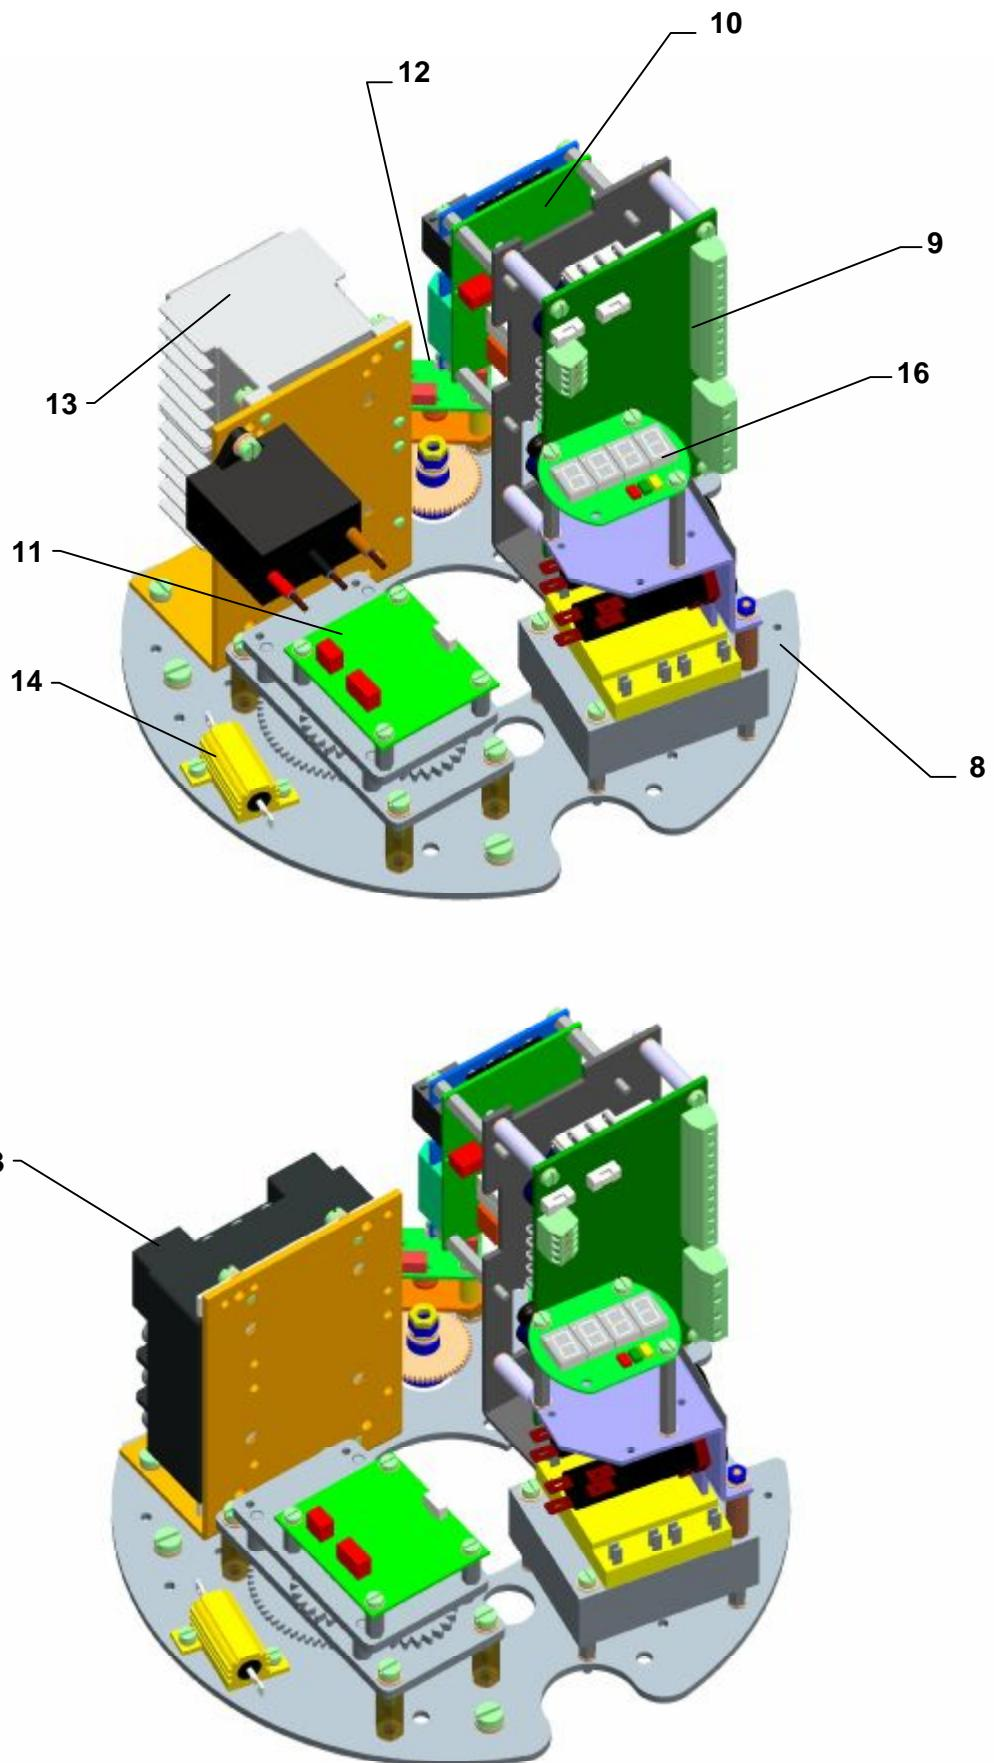

Рис.3 – MOR 3.XPA-Ex – трехфазная версия
Нижняя часть шкафа управления заключает шкаф силовой передачи и создает несущую часть передачи управляющей платы (Рис.3 и Рис.3а).
Рис.3а - MOR 5PA-Ex
Приводная часть ЭП – **электродвигатель (М1) (Рис.1)**, питаемый из **доски источника** (9)(рис.3,3а) и управляемый из **блока управления** (10)(рис.3,3а) электроники DMS3.
На доске управления (8) (рис.3,3а) установлено отопительный элемент (14) (рис.3,3а).
**Блок управления** (10) рис.3,3а) – главная часть системы DMS3 – содержит микропроцессор, 6 сигнальных LED ламп и 4 кнопки для простой настройки и контроля ЭП, коннекторы для подключения датчика и доски источника и коммуникационный коннектор (подключение PC компьютера для настройки и диагностики), 2 свободно программируемые реле R1 и R2, 1 реле READY и клеммы для электрического питания.
**Доска источника для трехфазной версии** (9) (рис 3,3а) – обеспечивает питание электроники и оказывает потребителю выходное напряжение 24В DC, макс. 100mA. Составной частью ресурсной доски являются пользовательское реле READY, от RE1 по RE5. Ресурсная доска обеспечивает выход на отопительное сопротивление, также и на катушку управления реверсивных контакторов, или бесконтактного выключателя двигателя. Содержит пользовательскую клеммную колодку и коннектор для присоединения к блоку управления.
**Блок съема положения** (11) (рис.3,3а) – обеспечивает бесконтактный магнитический съем положения выходного органа.
**Блок съема момента** (12) (рис.3,3а) – обеспечивает бесконтактный съем момента.
**LED дисплей** (16) (рис.3,3а) – предназначен для изображения моментального положения выходного органа ЭП, для отчета и изображения эвентуальных погрешностей, которые могут явится во время работы ЭП. Сигнализация хода ЭП и ошибок индикуется и при помощи LED диод. LED дисплей применяется только в исполнениях ЭП без местного управления.